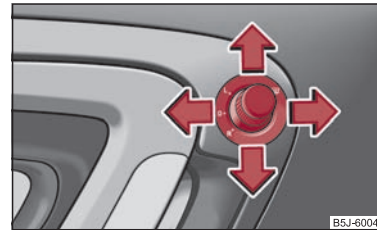

Abb. 46 Türinnenteil: Drehknopf
- Stellen Sie den Drehknopf in die Position ☰ ⇒ Abb. 46.